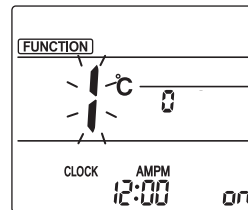

Fig. 1
① Går in i läge för manuell inställning av fläktblad. Tryck på knappen [MENU]. (Starta denna funktion när fjärrkontrollens display är släckt.) "FUNCTION" lyser och "1" blinkar. (Fig. 1)